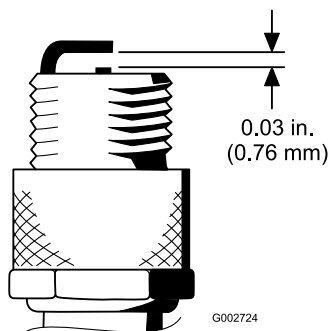

Figura 28
- Impostate la distanza tra il centro e il lato degli elettrodi a 0,76 mm (Figura 28). Montate la candela con la giusta distanza tra gli elettrodi e la guarnizione di tenuta, quindi serrate la candela a 23 Nm. In mancanza di una chiave torsiometrica, serrate a fondo il tappo.